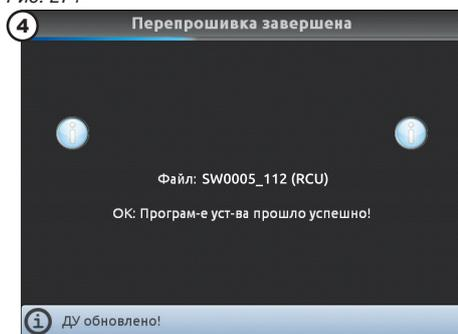

Рис. 276
**4** Как только появится сообщение, как на Рис. 276, обновление считается завершенным. Нажмите **OK**.